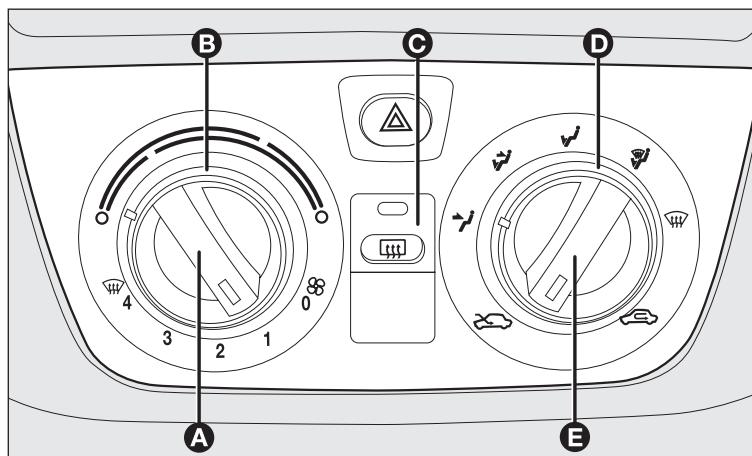

fig. 60
COMANDI fig. 60
La ghiera girevole **D-fig. 60** consente all'aria immessa all'interno della vettura di raggiungere tutte le zone dell'abitacolo secondo 5 possibilità di scelta:
Ruotare verso destra (indice sul settore rosso) la ghiera girevole **B-fig. 60** per aumentare la temperatura o verso sinistra per diminuirla;
- posizionare la ghiera girevole **B-fig. 60** sul settore blu;
- ruotare la ghiera girevole **B**-fig. 60 sul settore rosso;
- disinserire il ricircolo aria interna posizionando la manopola **E**-fig. 60 su .
Premere il pulsante **C**-fig. 60 per attivare questa funzione: l'avvenuto inserimento della funzione è evidenziato dall'accensione del led sul pulsante stesso.